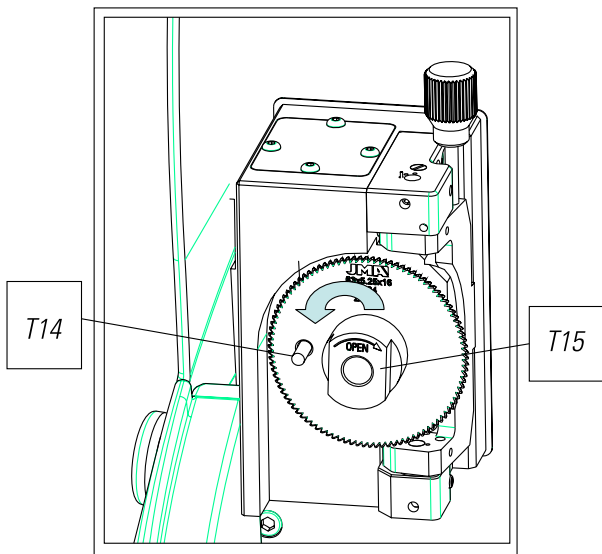

FIG. 31
- 3) Introducir la varilla de bloqueo (T14), la cual esta en la caja de accesorios. (Fig.31)